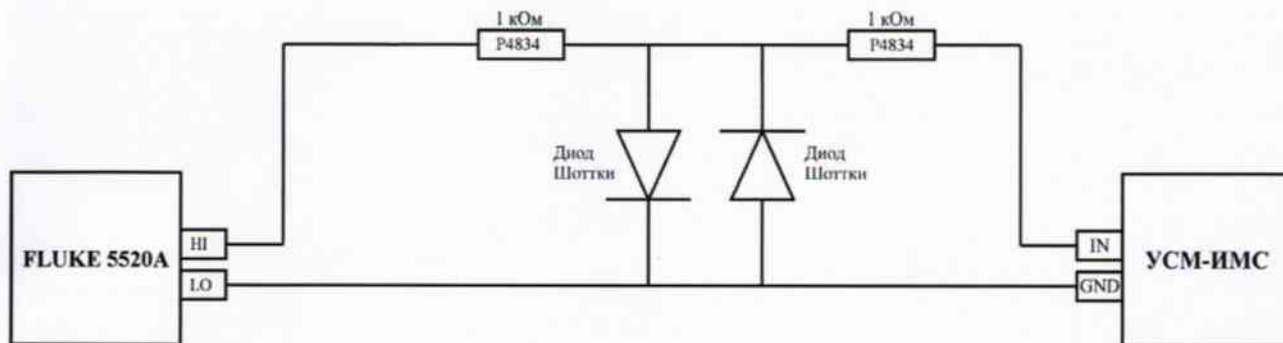

Рис. 2. Схема подключения измерительного модуля УСМ-ИМС.
- измерительный модуль УСМ-ИМС подключить к выходным клеммам «NORMAL HI» и «NORMAL LO» калибратора универсального FLUKE 5520А в соответствии со схемой на рис. 2;